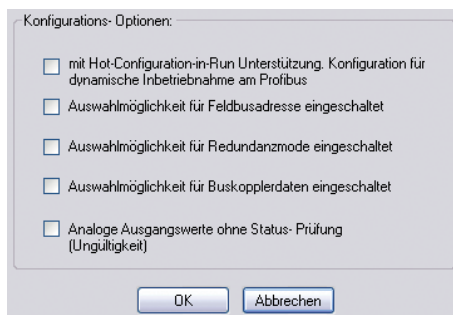

Bild 5.12: Applikationsmode einstellen
2. Wählen Sie im Kontextmenü **Weitere Funktionen > Applikationsmode einstellen**. Es öffnet sich das Fenster **Applikationsmode einstellen** mit den Konfigurationsoptionen des Buskopplers (siehe Bild 5.12 auf Seite 46).